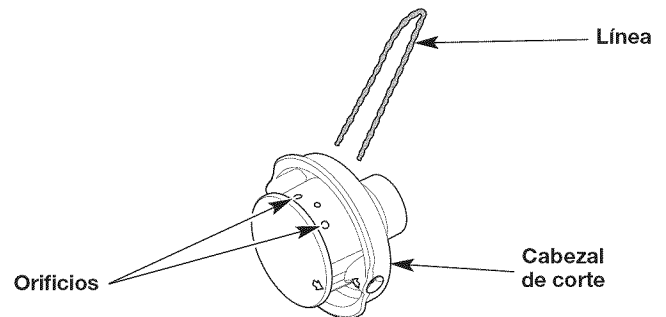
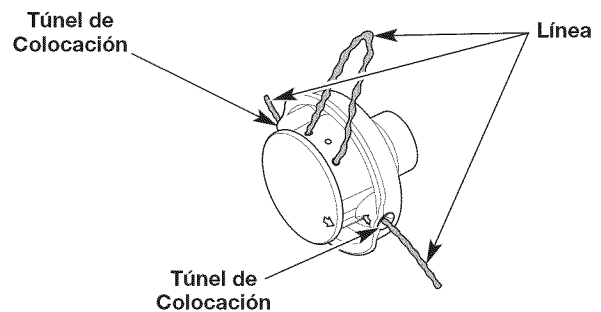

Fig. 14
Fig. 15
- Inserte los extremos de la línea en los orificios grandes ubicados al costado del cabezal de corte (Fig. 14). Empuje la línea a través de los orificios hasta que ambos extremos salgan de los túneles de colocación (Fig. 15).